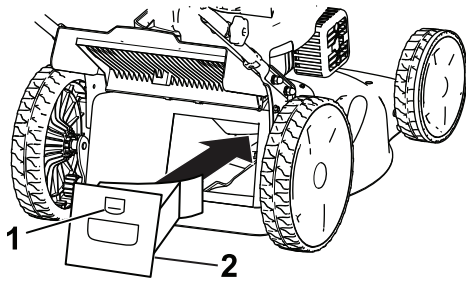

Figura 17
1. Sollevare lo sportello posteriore e tenerlo sollevato (Figura 17).
2. Installate il tappo di mulching nel vano e fissatelo nell'apertura nel vano stesso (Figura 17).